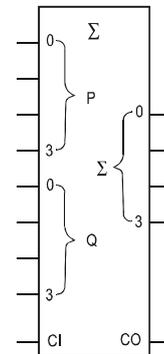
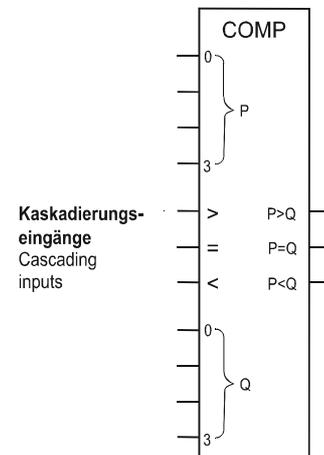
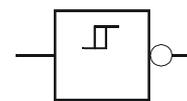

Abb. 11 – Fig. 11
Abb. 12 – Fig. 12
Abb. 13 – Fig. 13
Zwei Volladdierer (4 Bit) mit Übertragseingang (CI = Carry in) und Übertragsausgang (CO = Carry out) zur Addition von zwei 4-Bit-Dualzahlen (siehe Abb. 11). Wird das Ergebnis $> F$, so muss am Übertragsausgang der Zustand von Low auf High wechseln. Wird an den Übertragseingang ein High-Pegel gelegt, so erhöht sich das Ergebnis um „1“.
Komparator zum Vergleich von zwei 4-Bit-Dualzahlen (Abb. 12) mit Kaskadierungseingängen ($>$, $=$, $<$). Die Kaskadierungseingänge sind im Gegensatz zu den P- und Q-Eingängen nicht mit Pull-up-Widerständen beschaltet. Es besteht zusätzlich die Möglichkeit, zwei 5-Bit-Dualzahlen miteinander zu vergleichen, indem die Ausgänge des 1-Bit-Komparators (siehe Punkt 21) auf die Kaskadierungseingänge des 4-Bit-Komparators aufgeschaltet werden. Die Eingänge des 1-Bit-Komparators werden dabei zusätzlich benutzt.
Zwei invertierende Schmitt-Trigger, keine Pull-up-/Pull-down-Beschaltung, auch als Inverter einsetzbar (Abb. 13). Werden die Schmitt-Trigger z.B. am Eingang mit der Gleichspannungs-Signalquelle (siehe Punkt 26) beschaltet, kann die Schalthysterese aufgezeigt werden.
(16) Adder
Two full adders (4 bits) with carry in (CI) and carry out (CO) for addition of two 4-bit dual numbers (see fig. 11). If the result becomes $> F$, the state must change from low to high at the carry output. If a high level is applied to the carry input, the result is incremented by „1“.
(17) 4-Bit Comparator
Comparator for comparing two 4-bit dual numbers (fig. 12) with cascading inputs ($>$, $=$, $<$). The cascading inputs are not wired with pull-up resistors in opposition to the P and Q inputs. It is also possible to compare two 5-bit dual numbers by connecting the outputs of the 1-bit comparator (see item 21) to the cascading inputs of the 4-bit comparator. The inputs of the 1-bit comparator are then used additionally.
(18) Schmitt Trigger
Two inverting Schmitt triggers, no pull-up/pull-down wiring, can also be used as inverters (fig. 13). The switching hysteresis can be shown for example if the Schmitt triggers are connected to the DC voltage signal source (see item 26) on the input side.
(19) Module Connector Field